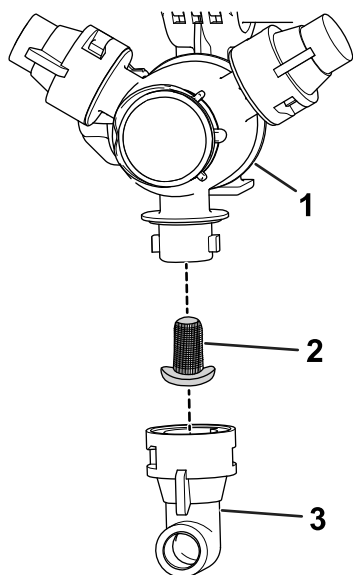

図 57
2. タレットからノズルを外す 図 57。
3. ノズルフィルタを取り外す 図 57。
5. ノズルフィルタを取り付ける 図 57。
6. タレットにノズルを取り付ける 図 57。